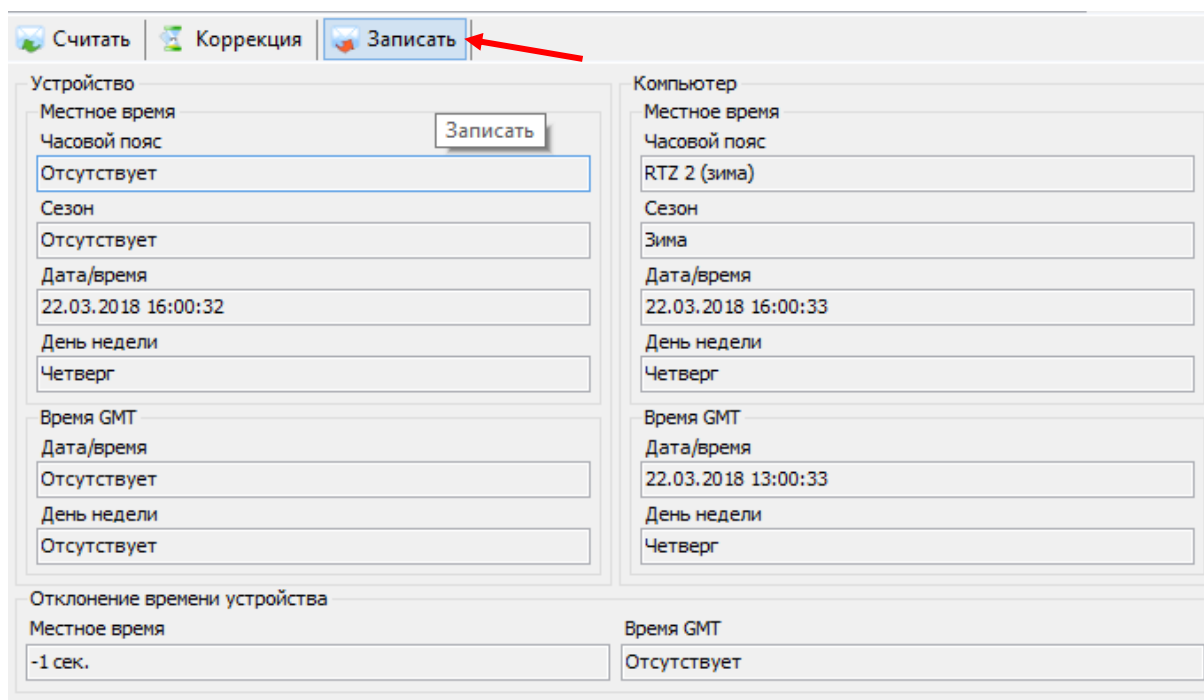

Рисунок 89 – Запись времени в счетчик
6.9.3 В ТПО AdminTools записать текущую дату и время19 (по часам ПК) можно во вкладке «Дата/время», нажатием на кнопку «Записать» (см. рисунок 89).